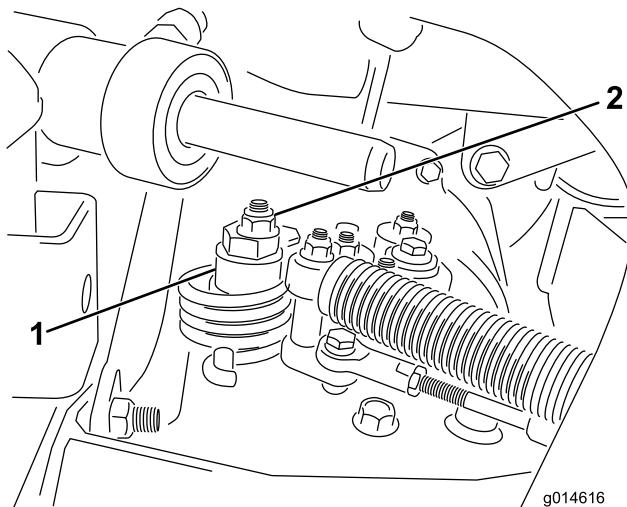

図 49
- 偏芯ナットをハイドロスタット上部に止めているナットをゆるめる（図 49）。
- どちらにも車輪が回らないように偏芯ナットを回して調整する。調整ができたら固定ナットを締める（図 49）。スロットルSLOW およびFAST 位置で調整が正しいことを確認する。